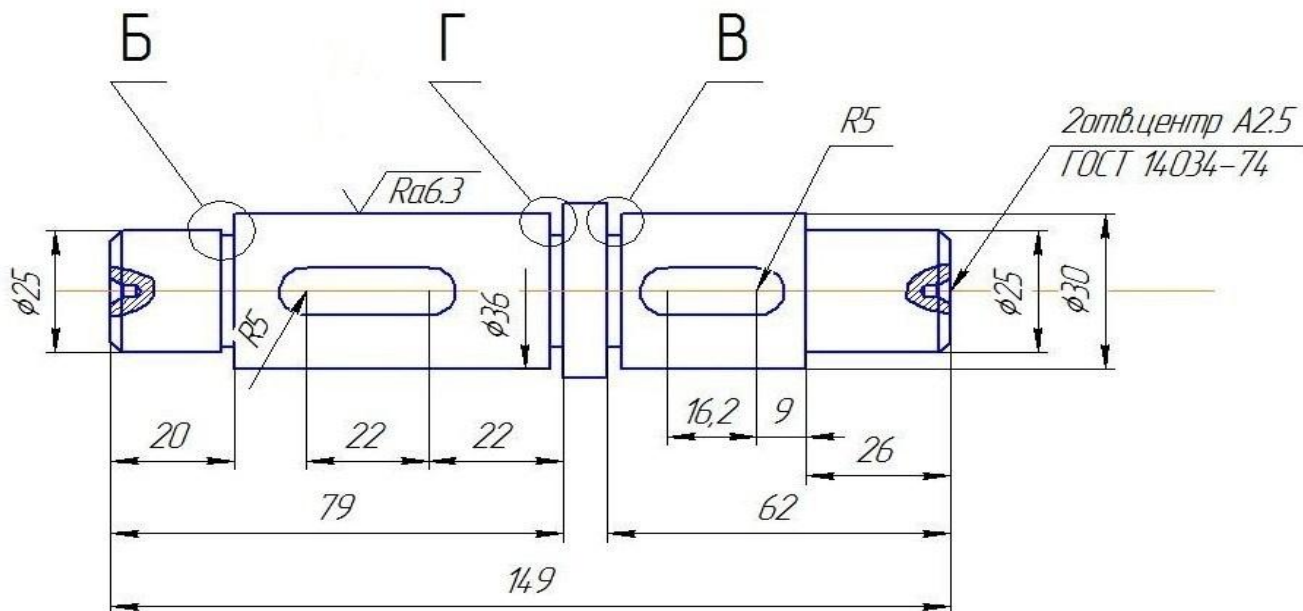
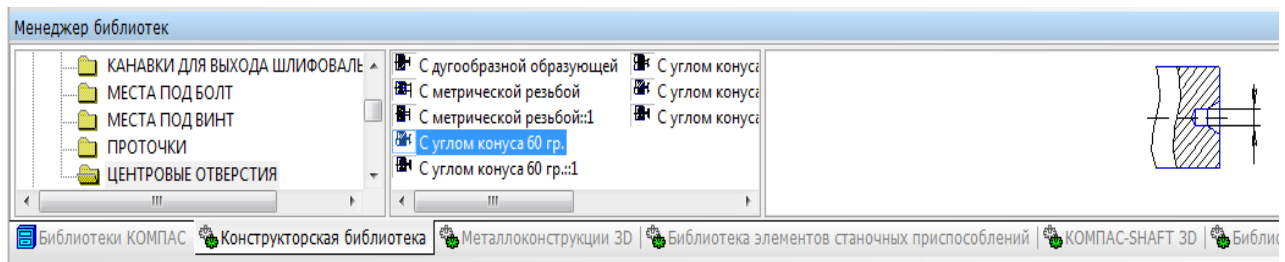

Рисунок 38 – Изображение «Главного вида»
Рисунок 39 – Менеджер библиотек
- 4 Чертеж детали состоит из нескольких изображений: «**Главный вид**», «**Выносные элементы**» (Б, В, Г) и «**Сечение**» (А). Выполнить построение главного вида (см. рисунок 38). Для того, чтобы построить два отверстия, необходимо воспользоваться библиотекой. Для этого подключаем библиотеки, нажав кнопку «**Менеджер библиотек**», где выбрать библиотеку «**Машиностроение**» - «**Конструкторская библиотека**». В «**Конструкторской библиотеке**» осуществить команду «**Конструктивные элементы/Центровые отверстия/С углом конуса 60гр.**», (см. рисунок 39).